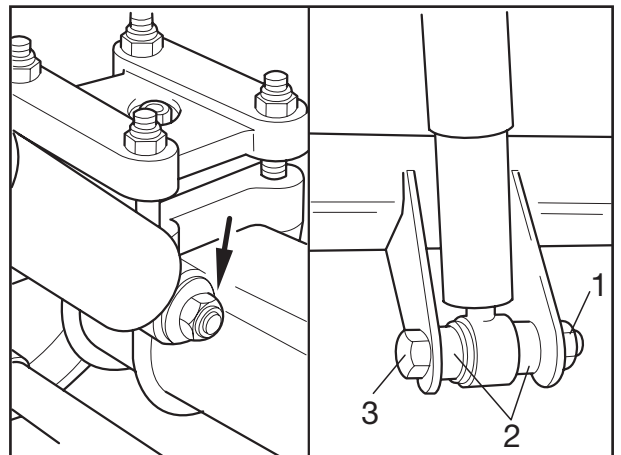

Fig. 22
- [33] Stoßdämpfer, bei Befestigung an Gewindebolzen, mit der Schutzhülse nach oben weisend aufschieben. Neue Sicherungsmuttern (Fig. 22/ Pfeil) aufschrauben und festziehen.
[33] If shock absorber attached to threaded bolt, mount the shock absorber with the protective sleeve facing up. Screw on new lock nuts (Fig. 22/arrow) and tighten.
[33] Pour fixation par boulon fileté, pousser l'amortisseur avec la douille de protection tournée vers le haut. Visser de nouveaux écrous de sûreté (fig. 22/flèche) et serrer à fond.